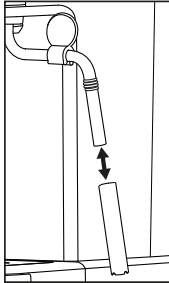

Abb. 3
- 5) Ziehen Sie die Hülle der Milchaufschäumdüse **6** ab (siehe Abbildung 3) und reinigen Sie diese sorgfältig im warmen Wasser und etwas Spülmittel. Nutzen Sie ggf. eine kleine Bürste, um auch die Innenseite der Hülle zu reinigen. Spülen Sie die Hülle danach mit klarem Wasser ab.
- 7) Schieben Sie die Hülle wieder auf das Rohr (siehe Abbildung 3).